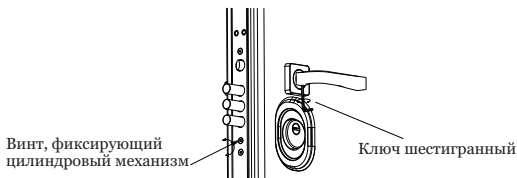

Рисунок 3 - Затяжка стопорного винта
- Выкрутить фиксирующий винт (см. рис. 3), расположенный на торцевой планке замка напротив цилиндрического механизма.
В процессе эксплуатации ручки привода фалевой защелки замка может происходить постепенное откручивание стопорного винта ручки. При появлении признаков ослабления стопорного винта ручки (люфт ручки, покачивание при нажатии) необходимо произвести затяжку стопорного винта прилагаемым ключом – шестигранником, в направлении «по часовой стрелке» (рис. 3).